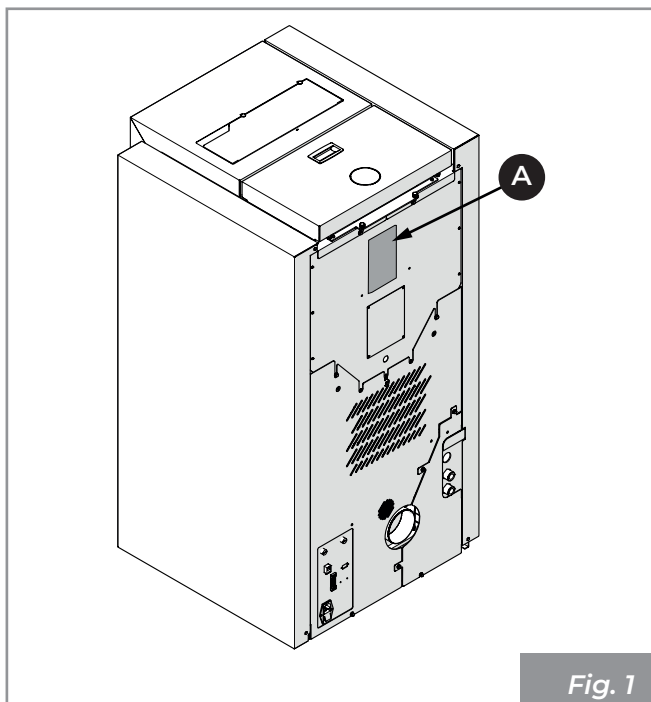

Fig. 1
La targhetta matricola (A) è posta nella parte posteriore (Fig. 1) e riporta tutti i dati caratteristici relativi all'apparecchio, compresi i dati del Costruttore, il numero di Matricola e il marchio **CE**.